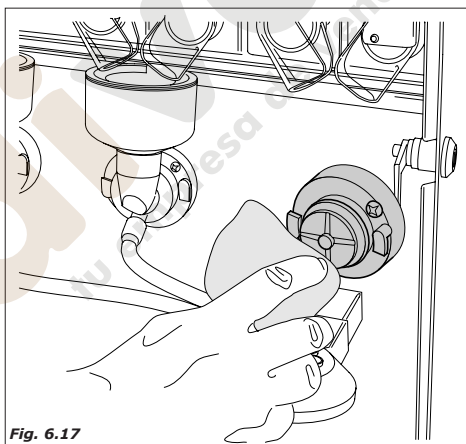

Fig. 6.17
- con un trapo humedecido,(en la solución), limpiar la base de las batidoras (Fig.6.17)